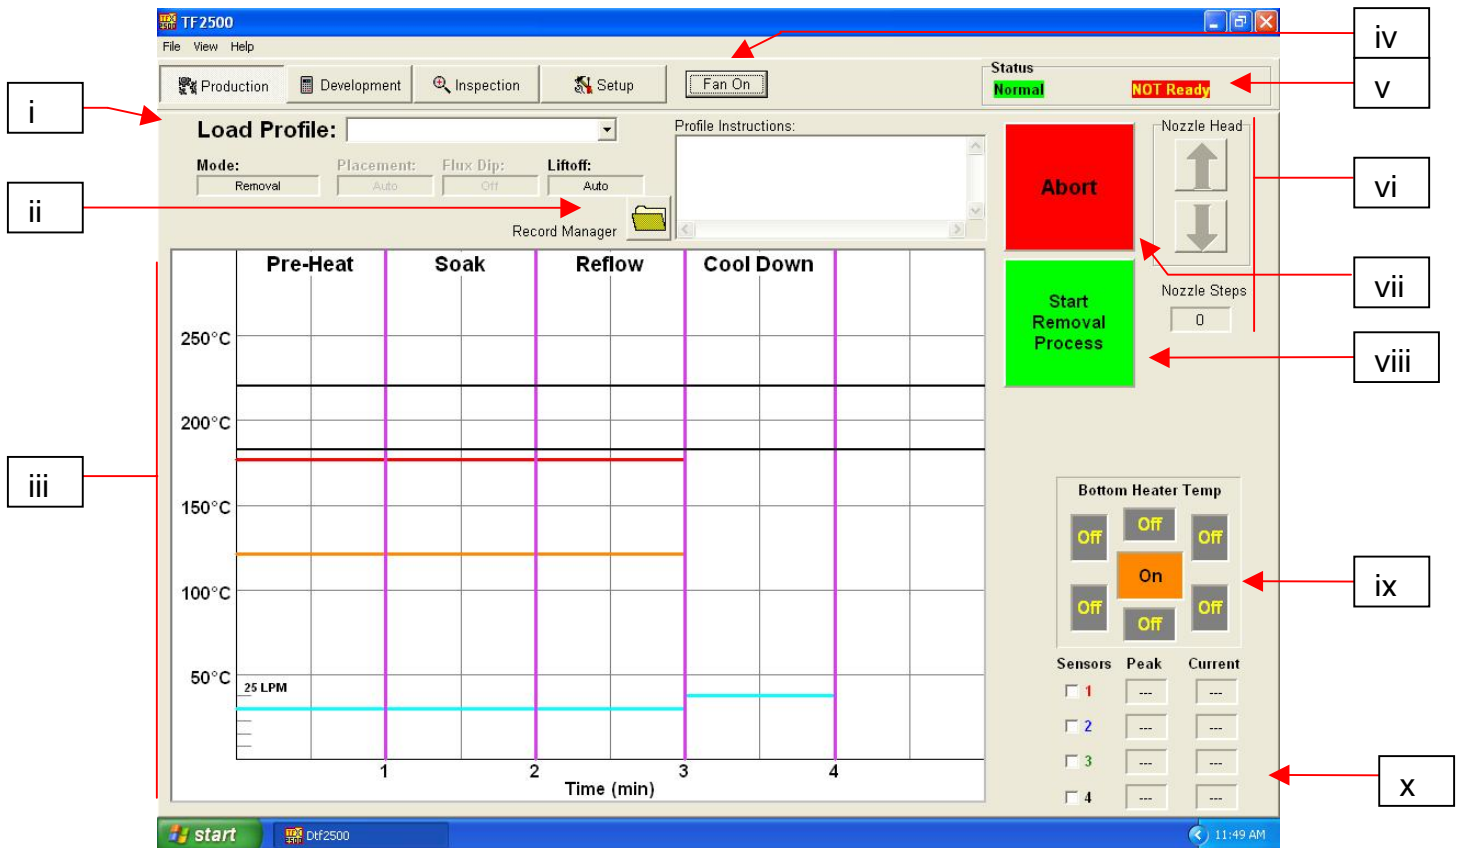

Figura 6
g. Funzioni della schermata di produzione (Figura 6)